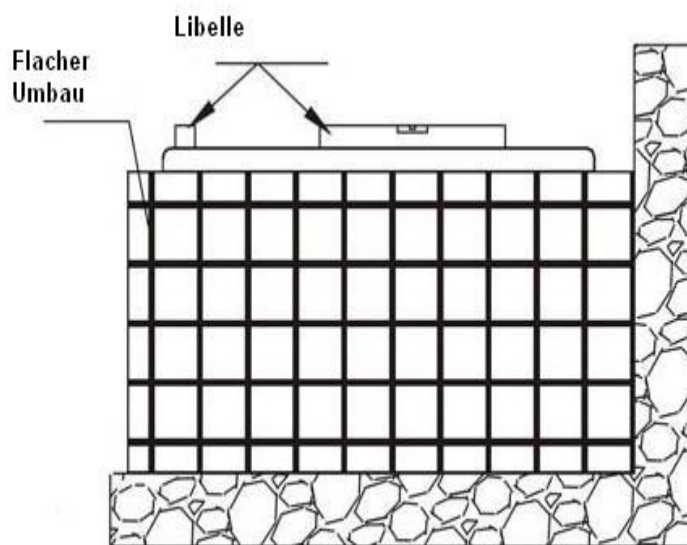

Bild 15
5. Die Badewanne auf den flachen Umbau stellen und nivellieren; mit der Libelle prüfen, ob die Badewanne horizontal aufgestellt ist. (Bild 15).